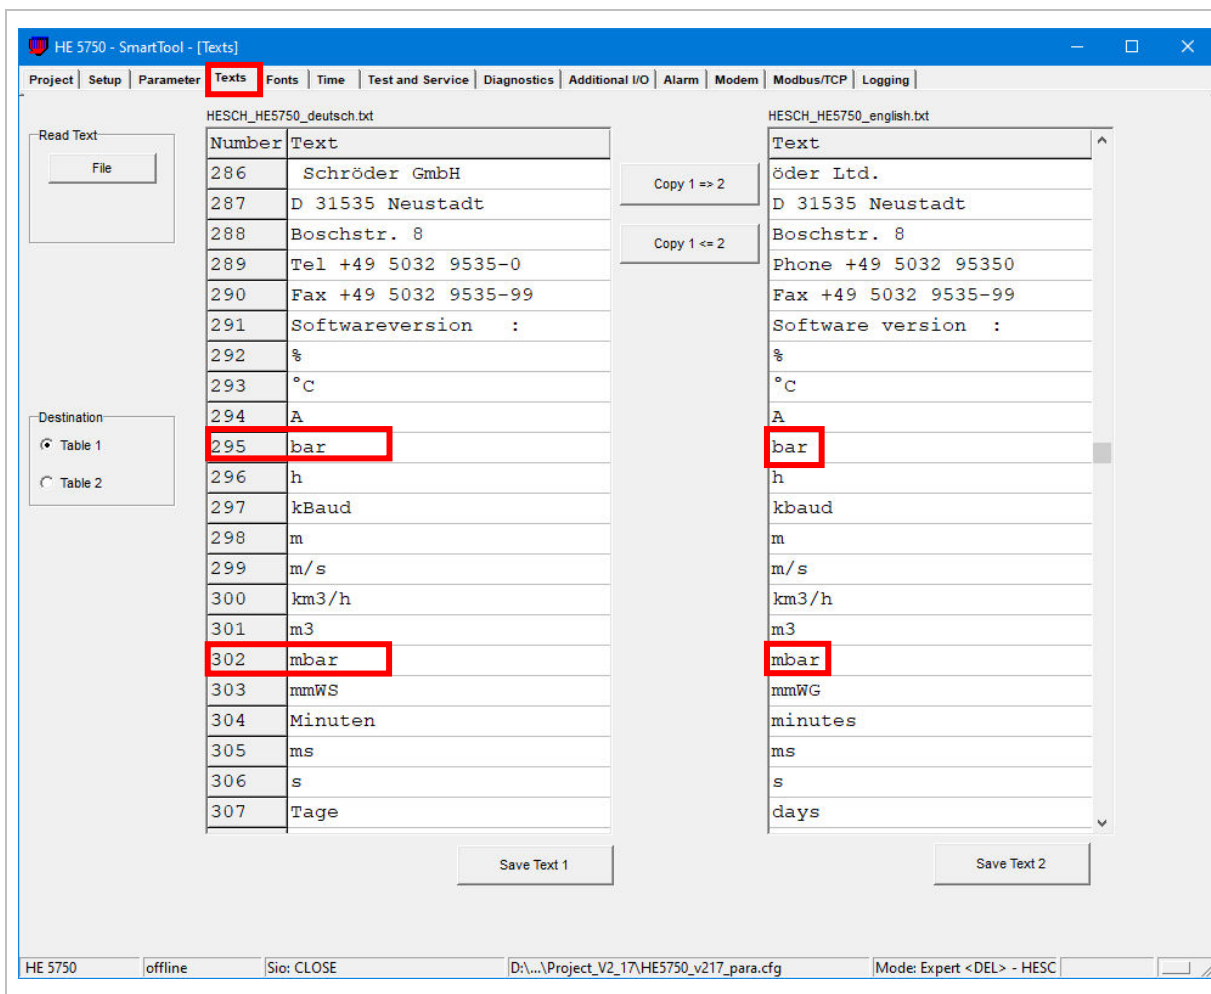

Abbildung 16. Screen in ‚SmartTool‘ zum Ändern der Einheiten
- Systemdruck, z.B. bar oder psi¹ (siehe Abbildung 16, Zeile 295)
- Differenzdruck, z.B. bar oder iwg² (siehe Abbildung 16, Zeile 302)